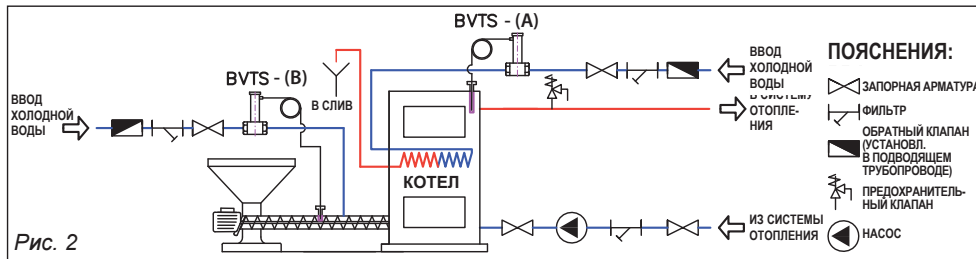

Рис. 2
Клапан устанавливается как можно ближе к котлу, а датчик должен быть размещен в самом теплом месте согласно рис. 2, BVTS – (A). Клапан устанавливается возле питательного шнека топлива, а датчик должен быть размещен в самом питателе топлива согласно рис. 2, BVTS – (B). Клапан может быть установлен в любой позиции. Перед монтажом клапан необходимо очистить от загрязнений, которые могут попасть во внутрь клапана могут попасть во внутрь клапана и стать причиной неисправности. Стрелка на корпусе
клапана показывает направление движения потока. Давление подаваемой на клапан воды должно соответствовать величинам, рекомендуемым производителем котла. Перед входом в клапан должен быть установлен фильтр согласно рис. 2. Макс. момент затягивания коллектора составляет 30 Нм. После установки клапана выполните проверку его правильного функционирования.